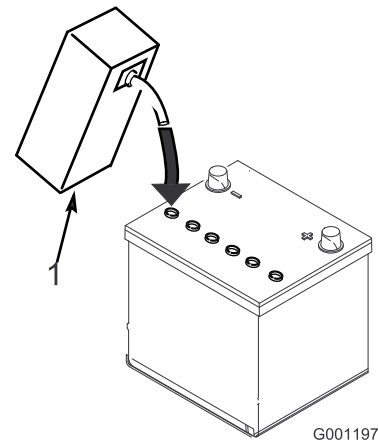

Figura 10
3. Llène cuidadosamente cada celda con electrolito hasta que las placas estén cubiertas de 6 mm aproximadamente de fluido (Figura 10).
Nota: Rellene según sea necesario para que el electrolito llegue a una distancia de 6 mm aproximadamente del fondo del hueco de llenado (Figura 10).